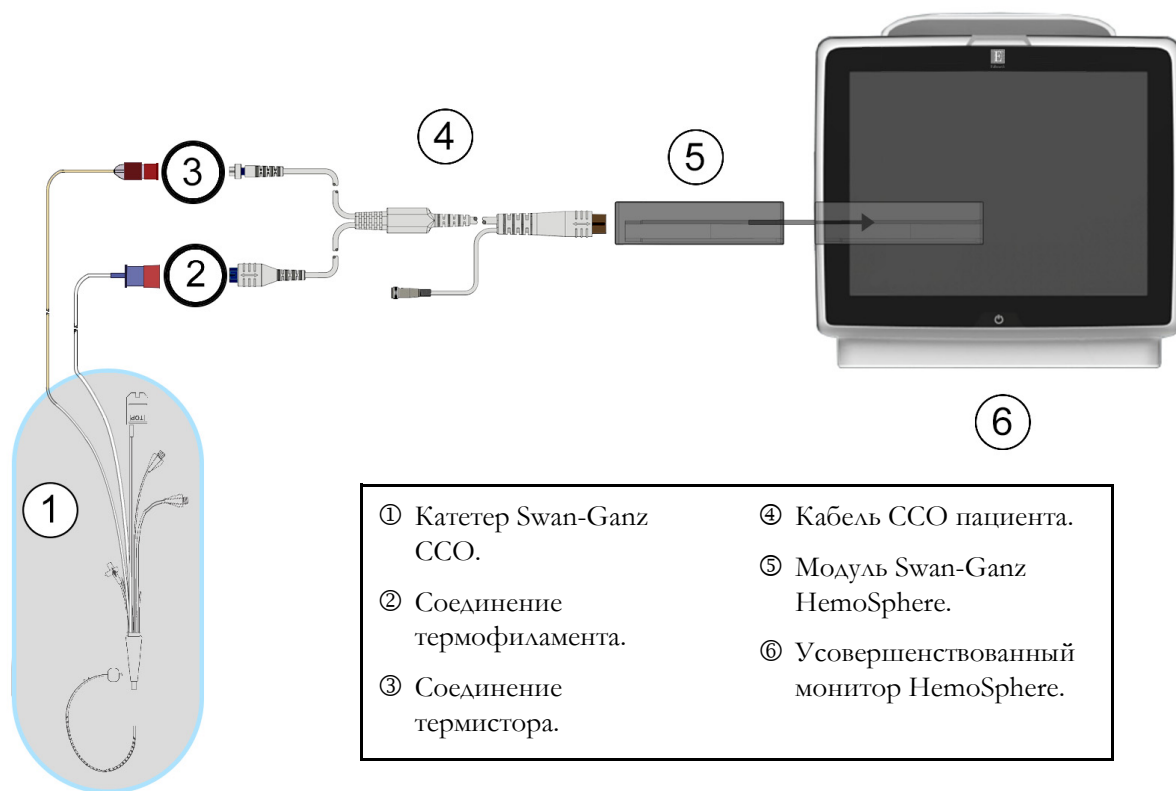

Рис. 9-3 Обзор соединений СО
- 2 Подсоедините катетерный конец кабеля пациента к разъемам термистора и термофиламента на катетере Swan-Ganz ССО. Эти соединения обозначены номерами ② и ③ на рис. 9-3 на странице 140.